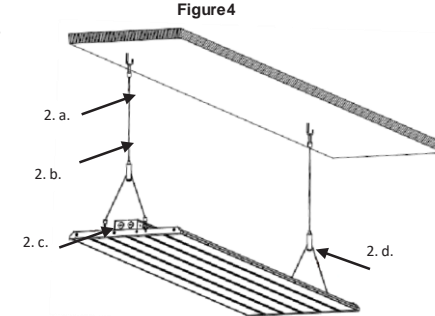

Figure4
- Rattacher le câble d'aéronef à la structure qui répond aux exigences de support (voir Fig. 4)
- Accrocher la chaîne d'acier inoxydable sur les pièces de suspension (voir Fig. 4)
- Positionner les deux côtés du crochet sur le boîtier du luminaire (voir Fig. 4)
- Resserrer l'écrou circulaire (voir Fig. 4)